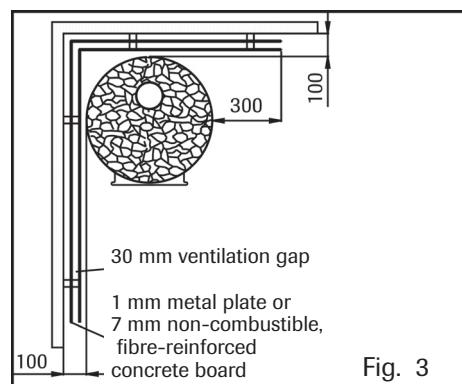

Fig. 3
Double protection can be made of two plates as described in paragraph 2 and, then a ventilation gap of at least 30 mm must be left between the wall and the plates. (Fig. 3)
3. Указанные в пункте 2 расстояния безопасности можно сократить наполовину (до 100 мм) в случае применения двойной изоляции, которая может быть сделана из двух листов, как указано в пункте 2. Между листами и изолируемой поверхностью стены должен быть воздушный зазор не менее 30 мм. (Рисунок 3)